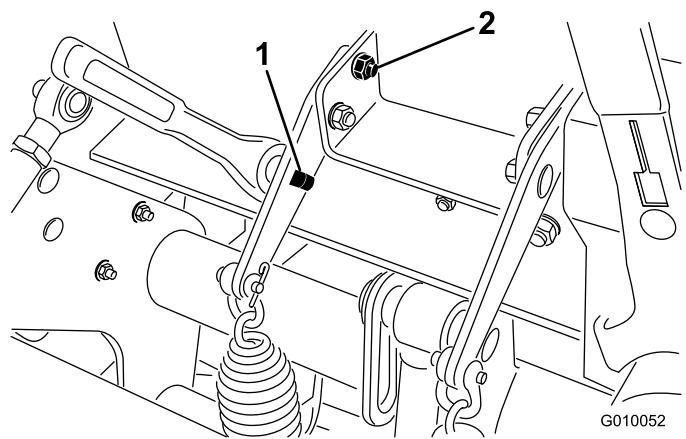

図 37
2. スプリング・プレートの四角い穴に  $1/2''$  のラチエットまたはバールを差し込む（図 37）。